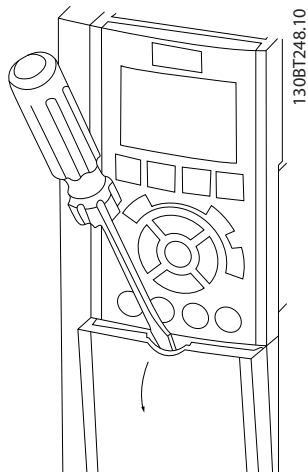
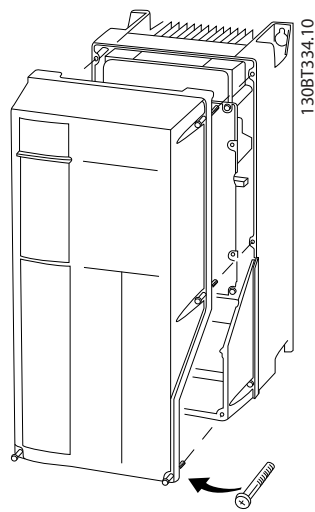

Ilustración 4.3 Acceso al cableado de las protecciones IP20 e IP21
Ilustración 4.4 Acceso al cableado de las protecciones IP55 e IP66
- Retire la cubierta con un destornillador (consulte *Ilustración 4.3*) o afloje los tornillos de fijación (consulte *Ilustración 4.4*).